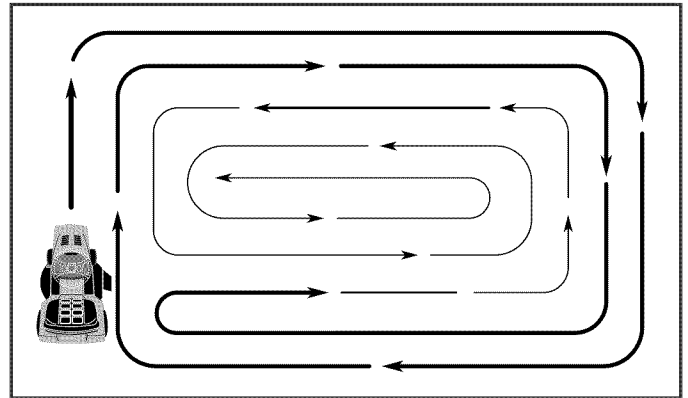

Fig. 12
- Al segar la área grandes, empiece girando a la derecha de modo que los recortes se descarguen, alejándose de los arbustos, cercos, entradas de automóviles, etc. Después de una o dos vueltas, siegue en la dirección opuesta, haciendo virajes a la izquierda, hasta que termine (Vea Fig 12).